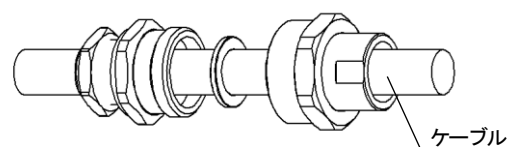

図 4
③-3 ケーブルにリング、ナット、スリップリングの順に通します。（図 4）